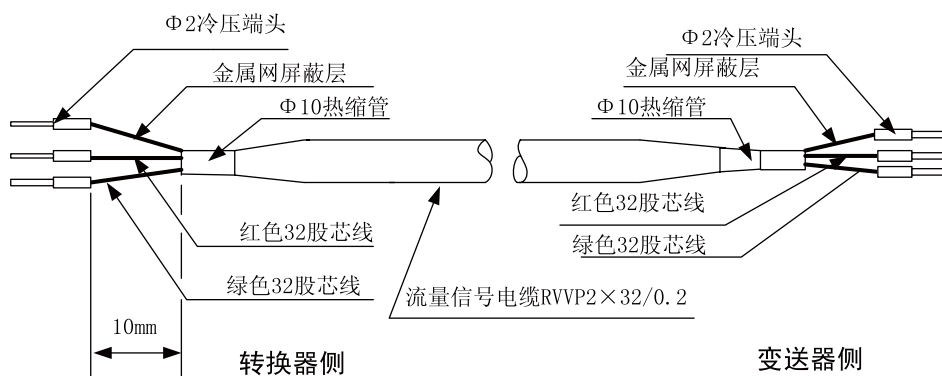

图6.3 方型转换器和传感器信号接线的处理与标示
6.2.2 方型转换器与传感器信号接线的处理与标示：（参阅图6.3）